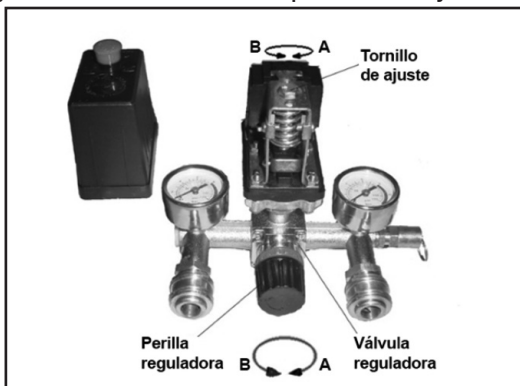

Fig. 3
1. El compresor es controlado por el interruptor de presión cuando trabaja normalmente. Se puede detener automáticamente a medida que la presión aumenta al máximo y se reinicia a medida que disminuye la presión al mínimo. La presión nominal se ha ajustado cuando se produce. No la cambie descuidadamente. Tan pronto como el motor se apaga, el aire comprimido en la tubería se descarga, debe liberarse a través de la válvula de liberación bajo el interruptor. Esta es la condición necesaria para reiniciar, o el motor se dañará. La presión nominal se puede ajustar girando el perno del interruptor (Fig. 3)
2. La presión de salida del aire comprimido puede ajustarse regulando la válvula. Levante la perilla de la válvula de regulación y gírelas en el sentido de las agujas del reloj para aumentar la presión (Fig.3).